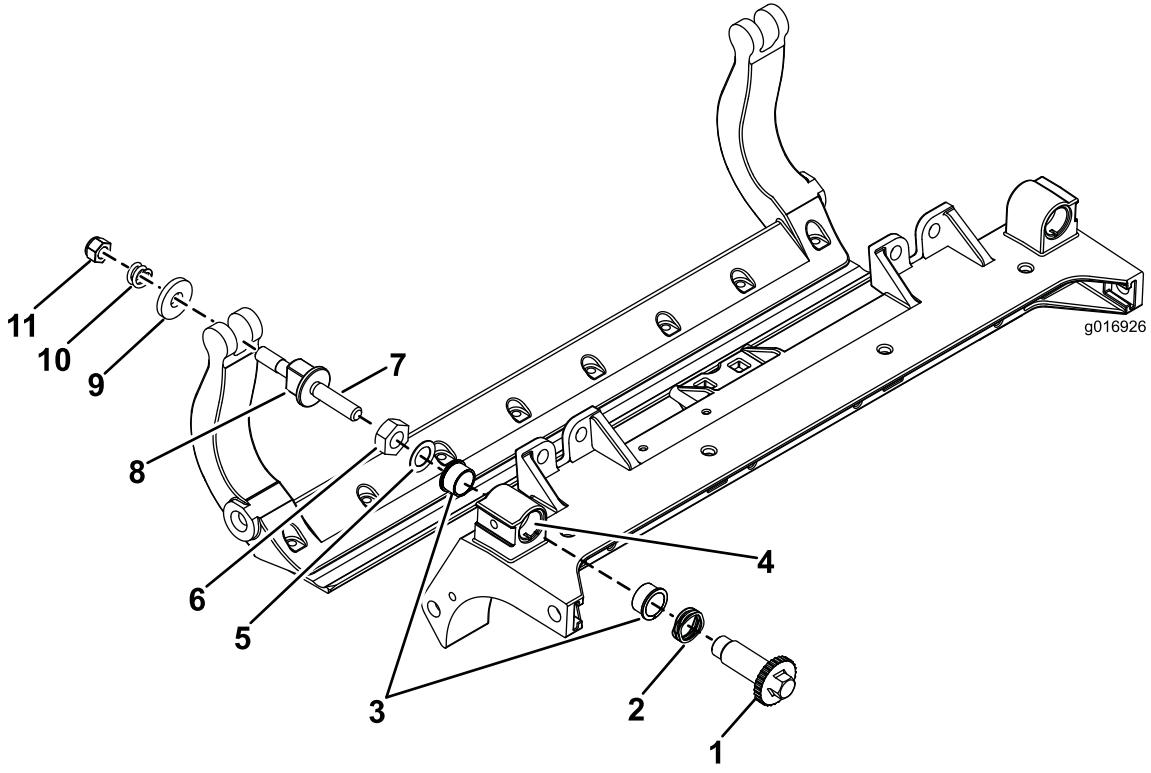

Bild 36
1. Entfernen Sie alle Teile (siehe *Installationsanleitung* für das HD-DPA-Kit, Modellnr. 120-7230, und auch Bild 36).
2. Tragen Sie ein Gleitmittel innen im Büchsenbereich am Trägerrahmen der Schneideeinheit auf (Bild 36).
3. Fluchten Sie die Keile an den Bundbüchsen mit den Schlitten im Rahmen aus und setzen Sie die Büchsen ein (Bild 36).
4. Legen Sie eine Wellenscheibe auf die Einstellerwelle und schieben Sie die Welle auf die Flanschbüchsen im Schneideeinheitrahmen (Bild 36).
5. Befestigen Sie die Einstellerwelle mit einer Flachscheibe und einer Sicherungsmutter (Bild 36). Ziehen Sie die Sicherungsmutter mit 20-27 N·m.
Hinweis: Legen Sie eine Nylonscheibe an jede Seite des Seitenplattenansatzes. Legen Sie eine Stahlscheibe außen auf jede Nylonscheibe (Bild 36).